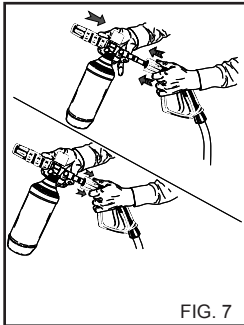

FIG. 7
2) Retirer la rallonge de la poignée et insérer le kit vaporisateur détergent (fig. 7), actionner le nettoyeur et asperger la surface à nettoyer de bas en haut